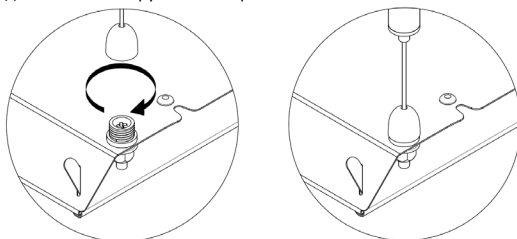

Рисунок 7 — Подвесной монтаж.
3) Установить на светильнике тросовые подвесы, используя 4 отверстия в корпусе светильника (см. рисунок 7). Рекомендуется использовать комплект подвешенного монтажа Geniled. Для монтажа светильника серии Офис, ЛПО необходимо 2 комплекта.